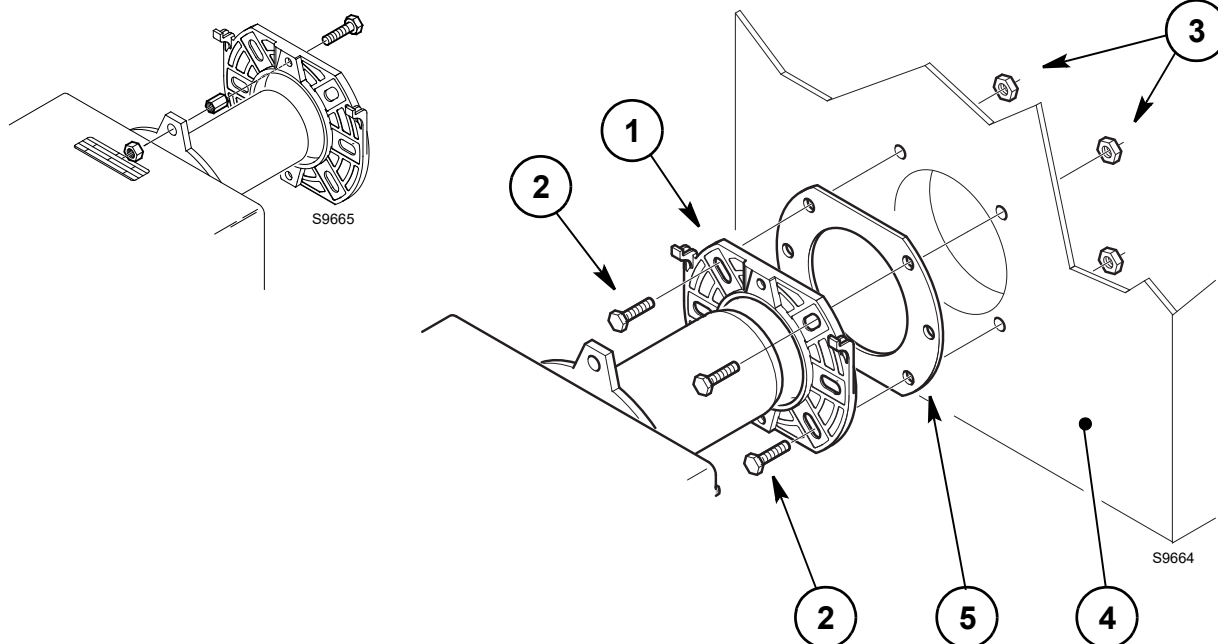

Рис. 8
- вставьте винт 2) и две гайки 3) на фланец 1)(Рис. 8).
- Закрепите фланец 1) к дверце котла 4)(Рис. 8) винтами 2) и (при необходимости) гайками 3), вставив изоляционный экран 5).